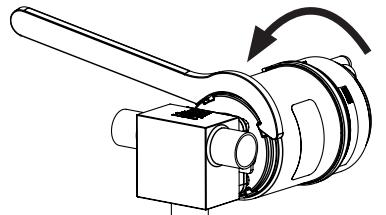

Bild 13: Antrieb ausrichten
- Antrieb mit Hilfe eines Hakenschlüssels drehen. Siehe „Bild 13“. Antrieb nur so weit wie nötig drehen (max. 360 °).